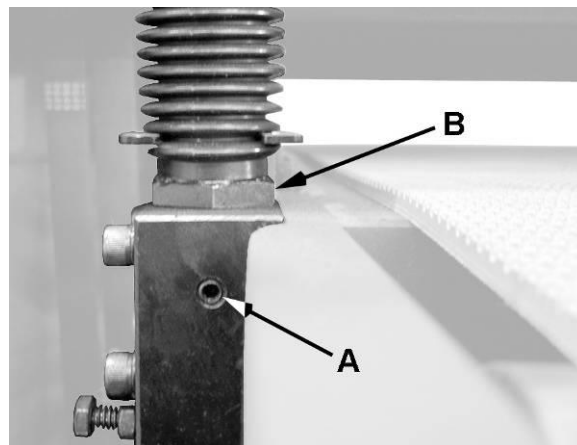

Рисунок 19
См. Рисунок 19 - Если регулировка высоты стола затруднена или если между ходовыми винтами и втулками образуется чрезмерный зазор, может потребоваться регулировка, как описано ниже.
2. Используйте шестигранный ключ 3 мм, чтобы ослабить установочный винт (А, рис. 19) на 1/4 - 1/2 оборота.